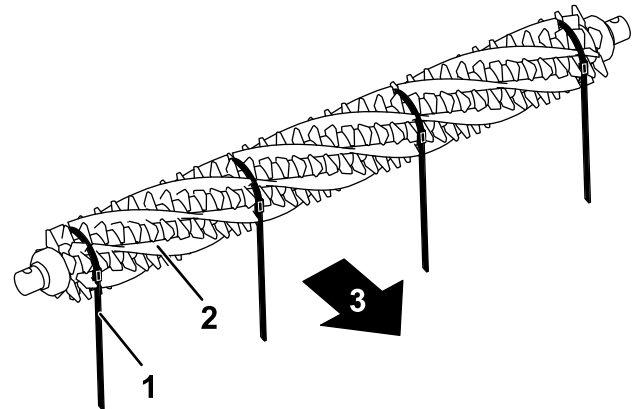

図 16
3. グルーマリール的一方の側からブラシを差し入れ、グルーマリールの各溝にブラシが入るようにセットする図 16。
**重要**ストラップは、主に利用する回転方向に合わせて巻き付けてください。図 16 は、主に前転で使用する場合の巻き付け方向です。